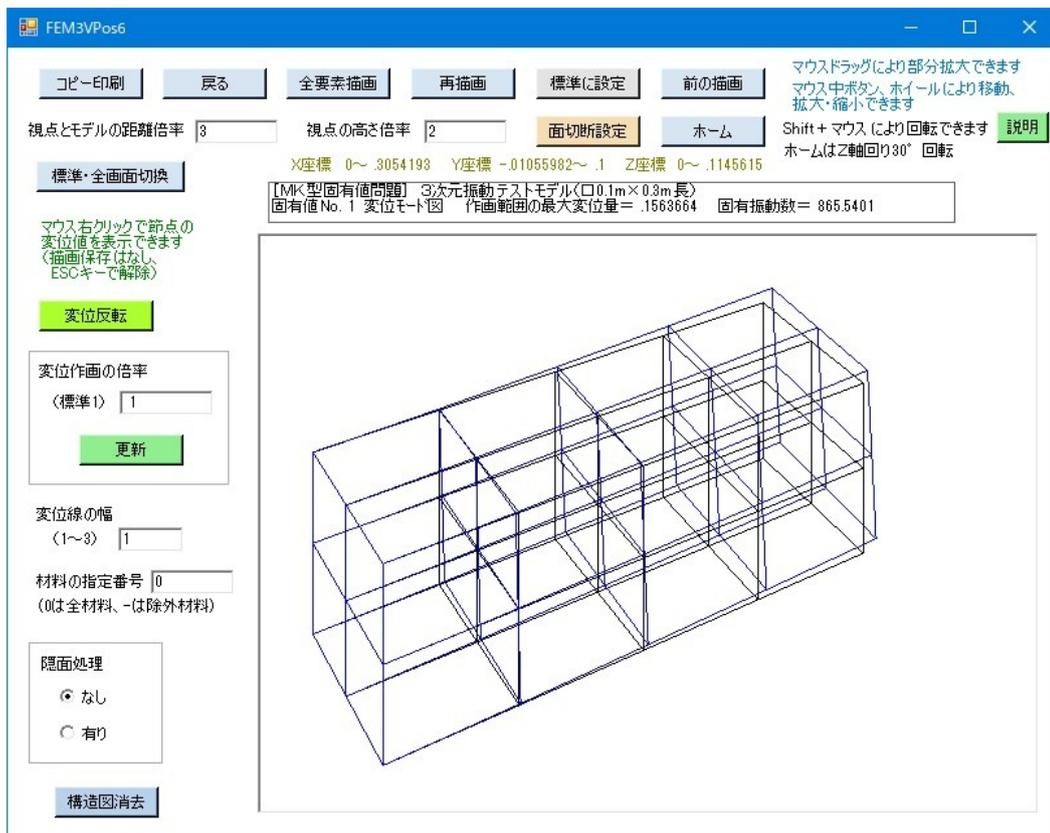
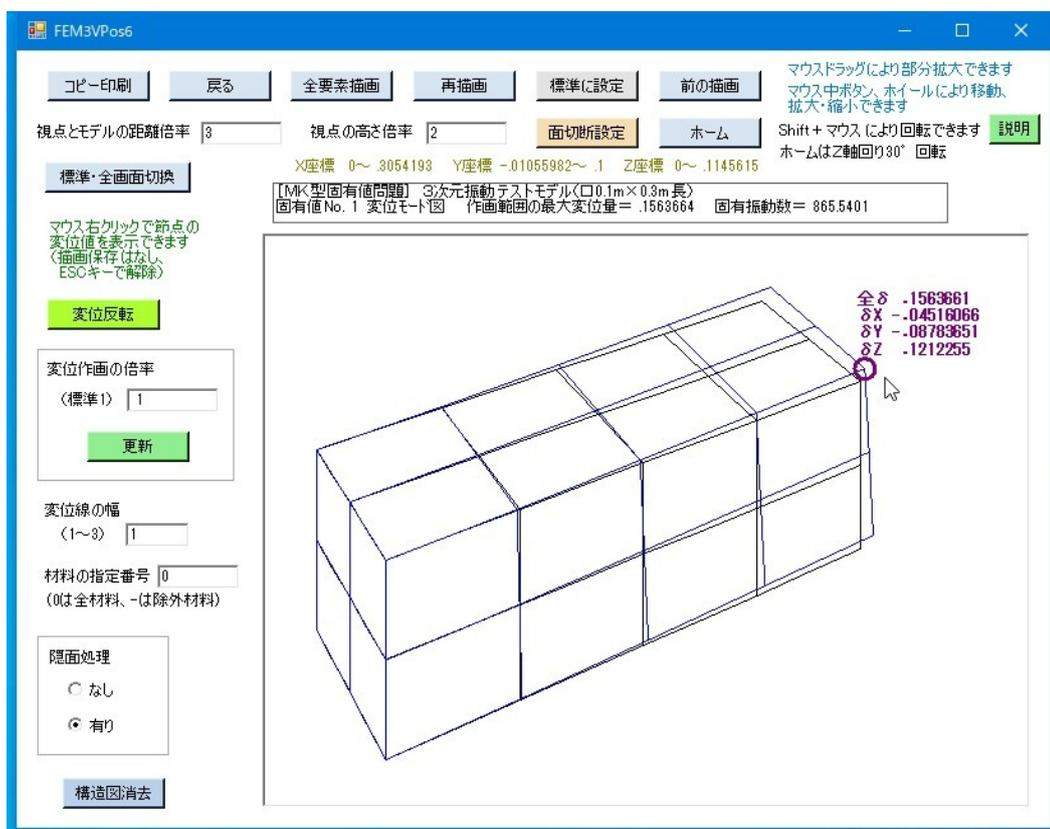
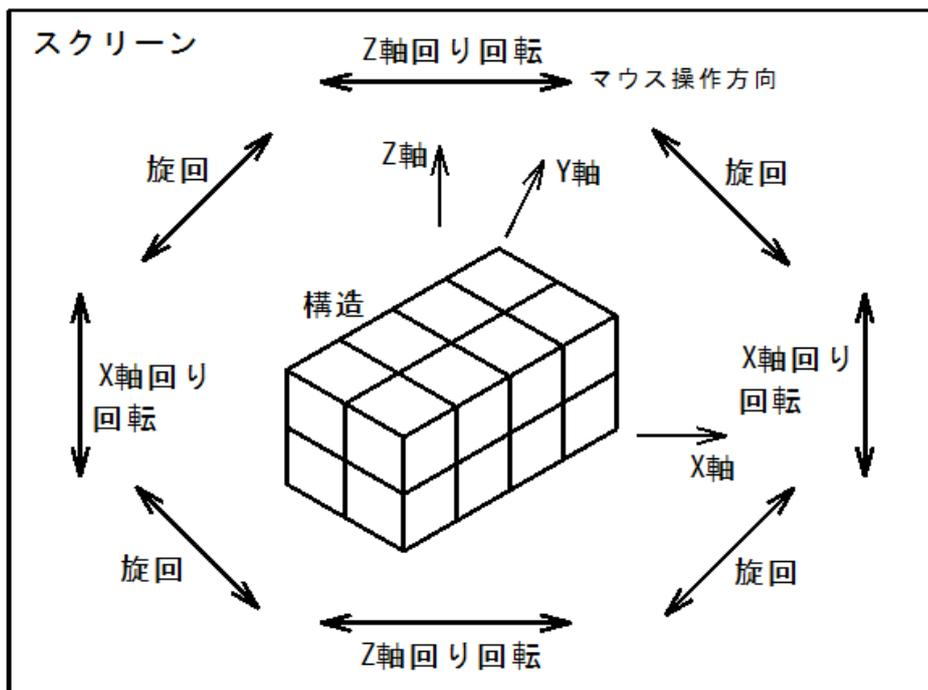
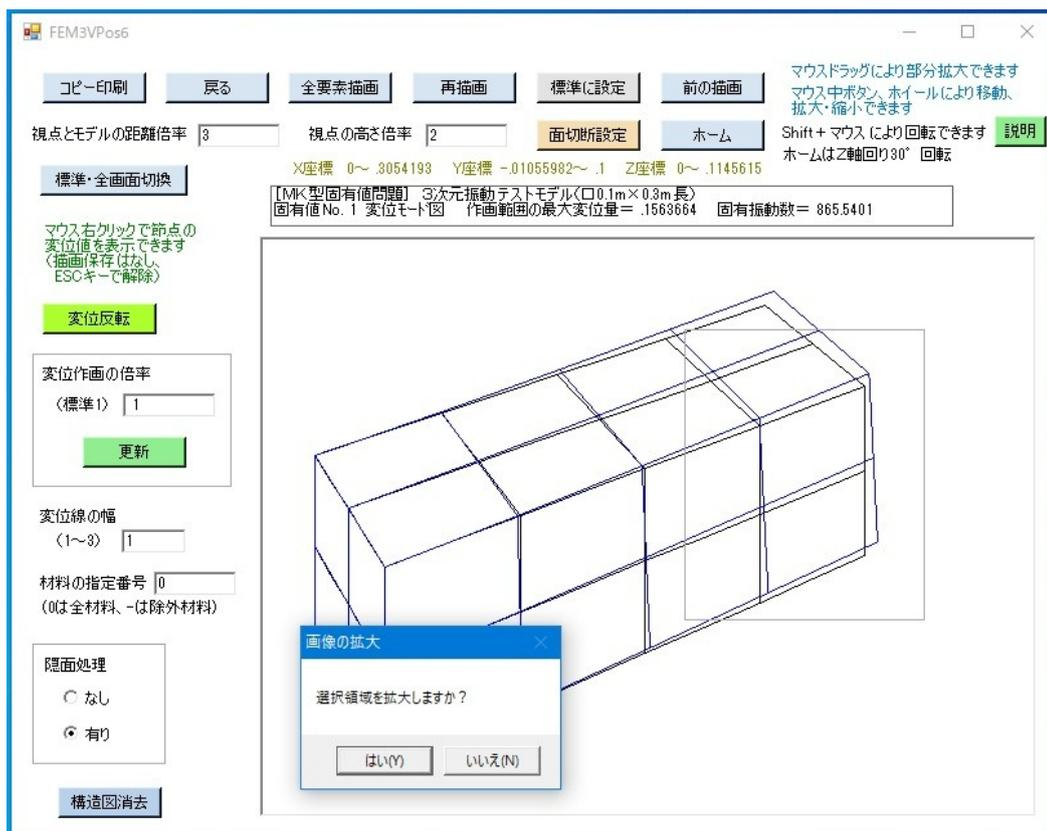

図7-7 変位モード図の隠面処理なしの作画画面（正方形棒、MK型）
図7-8 変位モード図の作画画面（正方形棒、MK型、マウス右クリックの節点の変位値表示）
図7-9 マウスの移動方向と回転方向との関係 (Shiftキー併用)
図7-10 変位モード図作画における拡大領域選択例 (正方形棒、MK型)
- ◇隠面処理の「なし」を選択して再描画すると図7-7のようになります。
- ⑦以上のパラメーターを変更した後、最初の状態に戻すには、「標準条件に設定」ボタンをクリックします。
- ⑧マウス右クリックで任意の節点を選択すると、図7-8のように同節点の変位値が表示されます。
- ⑨「Shift+マウス」により構造を回転することができます。
- ◇図7-9にマウスの操作方向と回転方向の関係を示します。同図のように、スクリーンの場所により、Z軸回り、X軸回りの各回転、または構造中心回りの旋回が実施されます。
- ◇変位モード図の「説明」ボタンをクリックすると、図7-9と同じ説明図が表示されます。
- ⑩「ホーム」ボタンをクリックすると、初期の回転位置に戻ります。
- ⑪「材料の指定番号」は、作画する材料を選択したい場合に材料番号を入力します。
- ⑫マウス中ボタン、ホイールにより移動、拡大・縮小を行なうことができます。中ボタンを押したまま動かせば図形を移動できます。また、ホイールの回転により拡大・縮小ができます。
- ⑬マウスドラッグ矩形により、変位モード図の一部分を拡大できます。
- ◇マウスドラッグは、拡大したい部分の左上隅にマウスを移動し、そこでマウスの左ボタンを押し、その左ボタンを押した状態で拡大部分の右下隅までマウスを移動させ、そこで左ボタンを離します。そうしますと、図7-9のようにマウスドラッグ範囲の矩形が表示され、コモンダイアログで「選択領域を拡大しますか？」と問ってきます。そこで、「はい」を選択すると、図7-10のように選択領域が拡大されて表示されます。
- ⑭外側表面で背後にある隠面は、モデルを適当に回転させることにより、画面表示できます。また、六面体要素どうしが接する共通面は、全要素描画では隠面となりますが、マウスドラッグによりどちらかの要素だけを領域選択すれば、画面表示できます。
- ⑮繰り返して描画を実施した場合、「前の描画」ボタンをクリックすると1つずつ前の